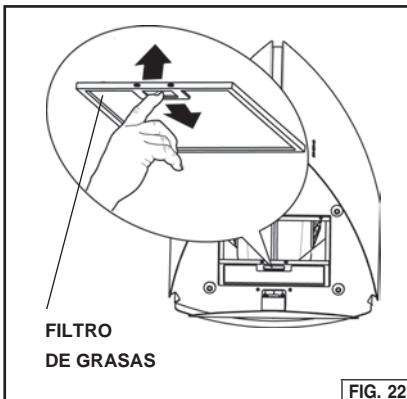

FIG. 22
- Inserte el filtro de grasas. Fig. 22.